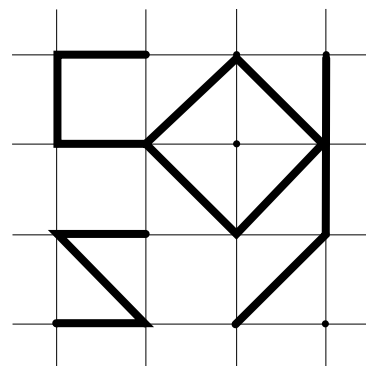

Figura 10
- Trace ligeramente con lápiz otra cuadrícula con cuadrados de 12,7mm. Pinte puntos tan pequeños como sea posible y conéctelos con líneas rectas de grosor uniforme. Ver la Figura 10.